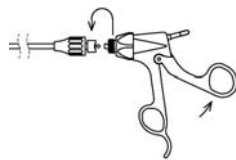

図 6
- 2) ハンドルを開き、シースをハンドルから取り外す。(図6)